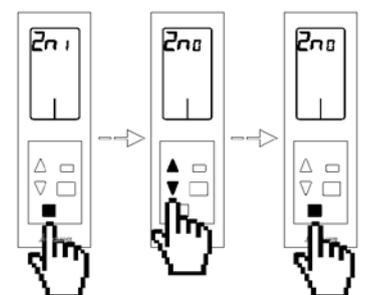

Fig. 98
- **Dirección de zona 2n:** Muestra la dirección de zona configurada. Para modificar el valor de la zona pulse el botón de confirmación , el valor de zona se pondrá a parpadear, esto indica que podemos modificar el valor. Utilice las flechas Δ / ∇ para seleccionar el valor 0. Esto reseteará el termostato y las salidas asociadas a éste, dejándolas libres para una nueva configuración. El termostato se irá al menú de configuración rápido (Ver apartado 4.2) para comenzar de nuevo el proceso. Una vez seleccionado el valor correcto pulse el botón de confirmación . Si desea salir del menú pulse el botón salir para volver al menú anterior. (Fig. 98)